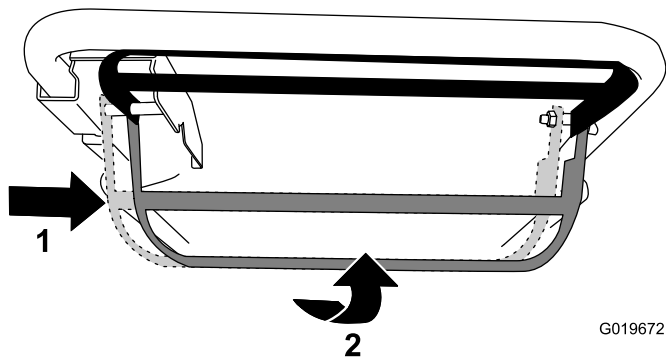

Figure 15
- Pour utiliser l'autopropulsion et engager la lame, poussez la barre de commande complètement à droite et relevez-la contre le guidon (Figure 15).